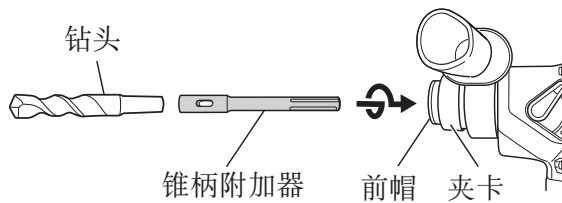

图 25
- (1) 把锥柄附加器安装在电动锤钻上。（图 25）
- (2) 把钻头（锤柄）安装在锤柄附加器上。（图 25）
（图 25）